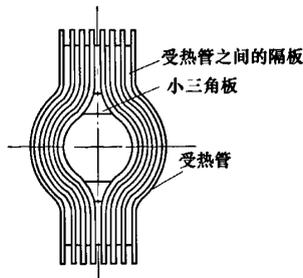

图 3 受热管氧枪口部位
(1) 在受热管的氧枪口部位发生漏水, 如图 3 所示。氧枪口是汽化烟道最薄弱的环节之一, 通过调查发现, 80% 的烟道经常在此漏水, 究其原因, 此部位受热管之间的隔板宽窄不一, 而且隔板与受热管之间为双面连续焊接, 焊缝刚性大, 应力难以释放, 且烟道长期处于高温状态下工作, 受热管与隔板各个部分的热胀冷缩程度不一致。较宽隔板的热胀冷缩程度比较窄隔板的热胀冷缩程度大, 导致较宽隔板处的受热管被撕裂。